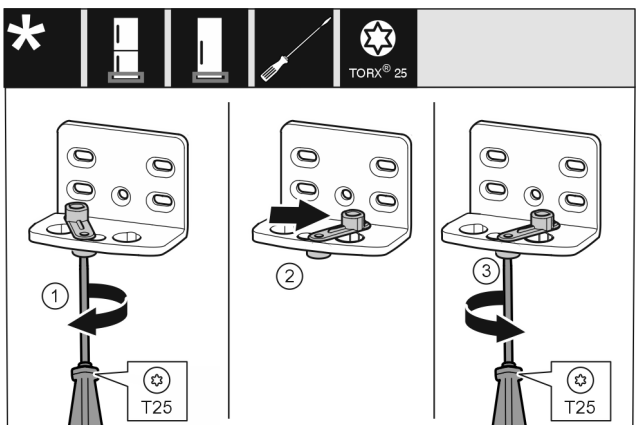

Fig. 13
- ▶ Ar skrūvgriezi nenostiprināti pieskrūvējiet skrūvi Fig. 13 (1).
- ▶ Paceliet durvju aizvēršanas palīgierīci Fig. 13 (2) un ieskrūvējiet caurumā par 90° uz labo pusi.
- ▶ Ar skrūvgriezi pieskrūvējiet skrūvi Fig. 13 (3).